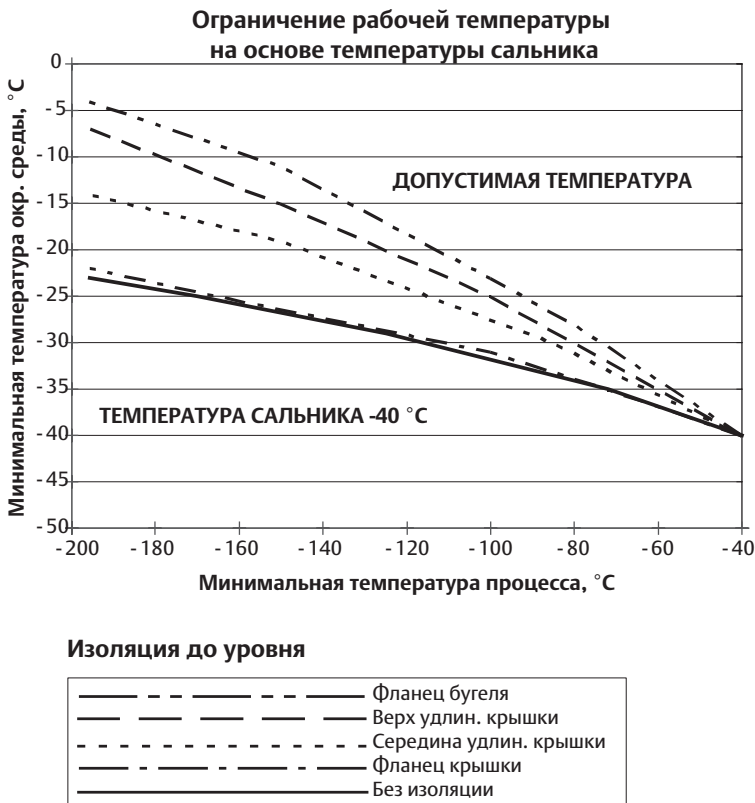

Рисунок 1. Температурные ограничения сальника в зависимости от температур окружающей среды и технологического процесса
3. Выберите высоту изоляции на удлиненной крышке, чтобы температура сальника была выше -40°C на рисунок 1.